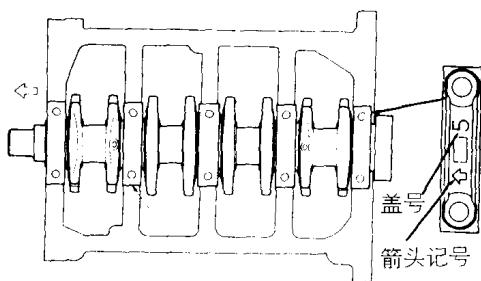

图 2-113 安装主轴承盖
(3) 安装主轴承盖时, 使箭头记号朝向正时齿带侧, 然后安装轴承盖, 如图 2-113 所示。